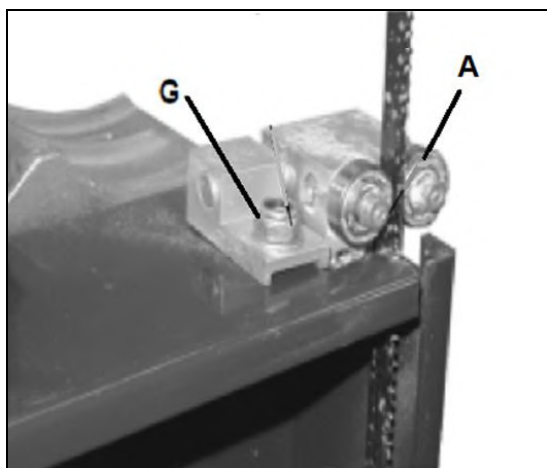

Fig 27
Løsn møtrikken (G, Fig 27) og positioner styret foran og bagpå, så tænderne har en distance på cirka 2 mm til de tværgående ruller (A).